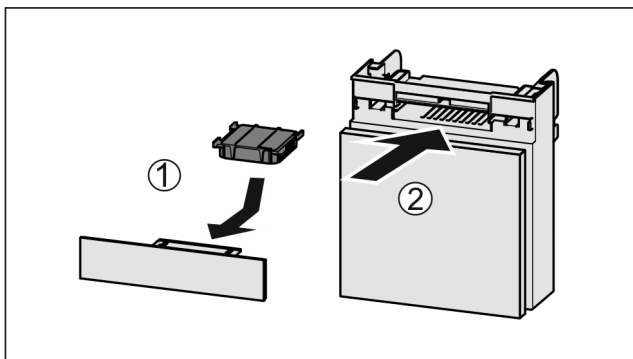

Fig. 179
- ▶ Установите фильтр с активированным углем, как показано на рисунке Fig. 179 (1).
- ▶ Вставьте отделение Fig. 179 (2).